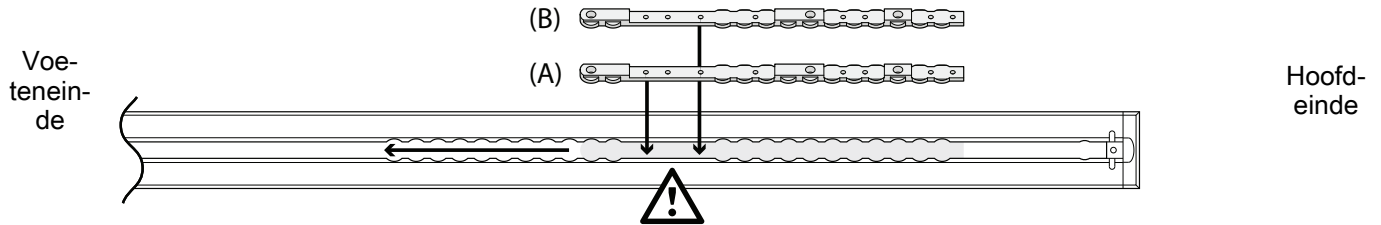

Afbeelding 4 – Afstand deurdrempel-brancard (A)
1. Selecteer uw afstand deurdrempel-brancard (A) (Afbeelding 4).